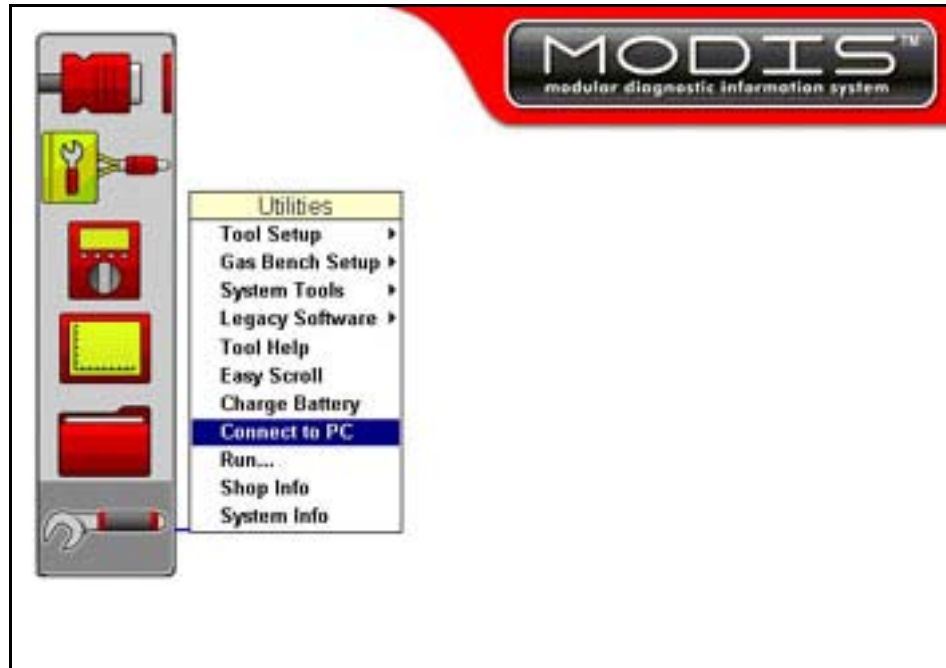

Abbildung 2-12 Menü „MODIS-Dienstprogramme“ (Beispiel)
2. Wählen Sie im Hauptmenü **DIENSTPROGRAMME > Mit PC verbinden** und drücken Sie **Y** zur Auswahl (Abbildung 2-12).